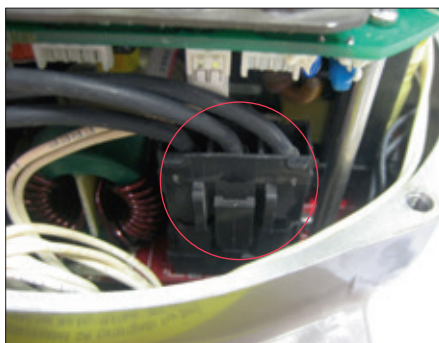

Figura 17
- Rimuovere il connettore dell'alimentazione a 3 fili dalla scheda di alimentazione (Figura 17).